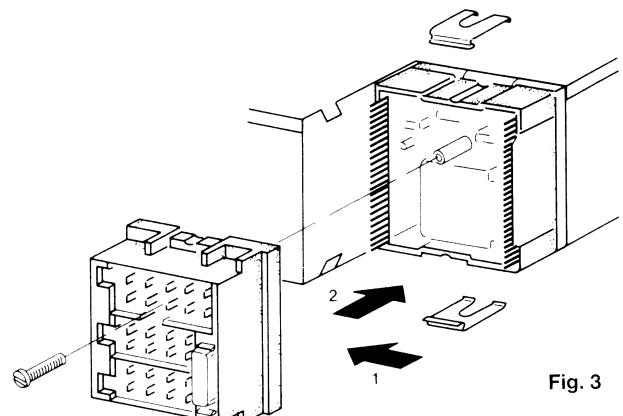

Fig. 3
3. Anschlußkästchen für Quick Out-Betrieb seitennahig und parallel zum Gehäuse ansetzen und vorsichtig eindrücken, siehe Fig. 3.
3. For insertion for Quick-Out operation, position the connection box with the sides in the correct position and parallel to the cabinet, and push it in carefully, see fig. 3.
3. Placer la boîte de jonction pour le service Quick-Out avec la face correcte parallèlement au boîtier et presser avec prudence. voir fig. 3.
3. Hay que colocar la caja de conexión para el servicio Quick-Out con el lado correcto paralelamente a la caja y apretar cuidadosamente, véase fig. 3.